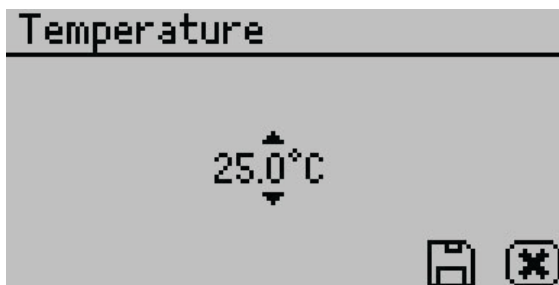

Figure 38 Temperature option
- **Temperature.** Chọn để cài đặt nhiệt độ mong muốn sử dụng nút nhấn LÊN và XUỐNG . Khi kết thúc, chọn SAVE (Figure 38). Máy AQUALAB 4TE có thể cài đặt từ 15 đến 50 °C với bước nhảy 0.1 °C. Nhiệt độ mặc định là 25 °C.